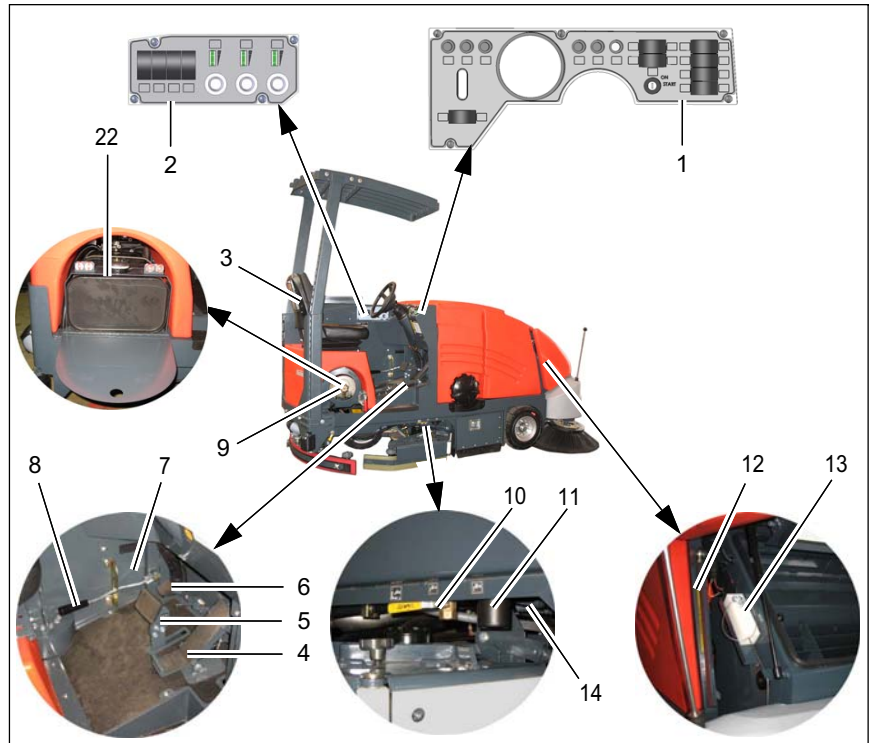

Abb.5
2. Zum Kehren den Hebel für Kehrwalzenandruck (Abb. 5/8) in die obere Position bringen.